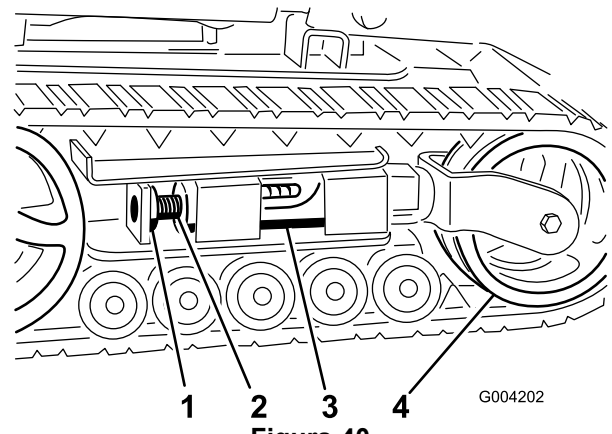
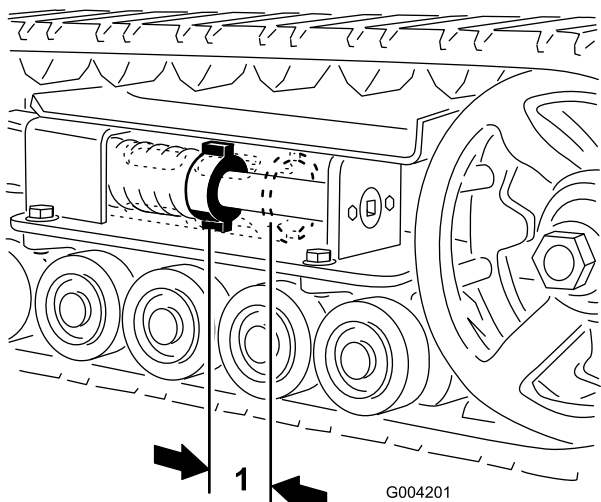
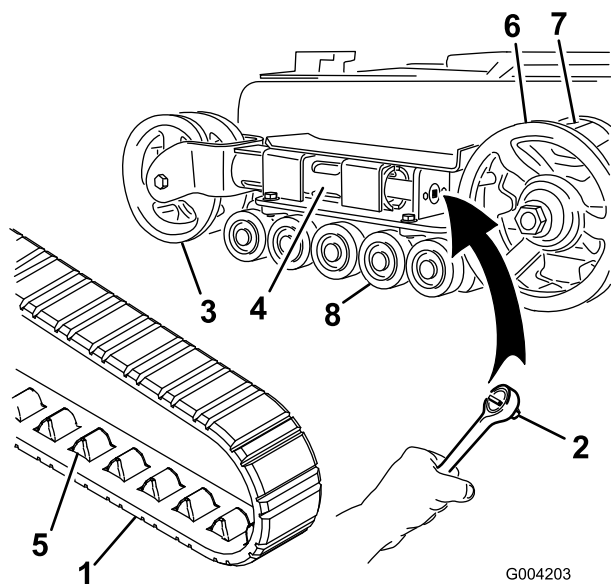
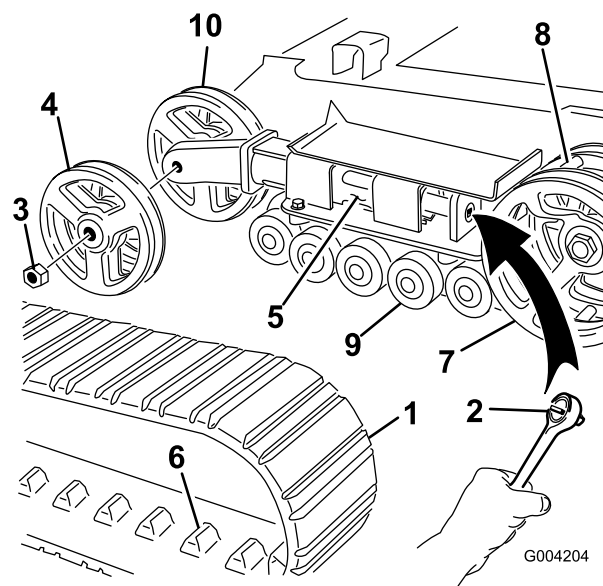

Figura 40
Figura 39
Figura 41
Figura 42
Deve esserci uno spazio di 7 cm tra il dado di tensionamento e la parte posteriore del tubo di tensionamento (Figura 39). In caso contrario, regolare la tensione dei cingoli eseguendo la procedura di seguito riportata:
3. Togliere il bullone di bloccaggio e il dado (Figura 40).
4. Utilizzando una chiave a tubo da 1/2 pollice (13 mm) (Figura 41), girare la vite di tensione in senso antiorario fino a portare la distanza tra il dado di tensione e la parte posteriore del tubo di tensione (Figura 39) a 7 cm.
5. Allineare l'intaglio più vicino della vite di tensione al foro del bullone di bloccaggio e fissare la vite con il bullone di bloccaggio e il dado (Figura 40).
4. Utilizzando una chiave a tubo da 1/2 pollice, scaricare la tensione girando la vite di tensione in senso orario (Figura 40 e Figura 41).
4. Utilizzando una chiave a tubo da 1/2 pollice (13 mm), scaricare la tensione girando la vite di tensione in senso orario (Figura 40 e Figura 42).
5. Spingere la ruota di tensione verso il retro dell'unità in modo da spostare il tubo di tensione contro il telaio (Figura 41). (se non riesce a toccare il telaio, continuare a girare la vite di tensione fino ad ottenere il contatto).
7. Dopo avere liberato il cingolo dalla ruota di tensione, toglierlo dalla ruota conduttrice e dalle ruote non motrici (Figura 41).
8. Avvolgete il nuovo cingolo iniziando dalla ruota conduttrice e controllando che i denti del cingolo si alloggino tra i distanziali della ruota stessa (Figura 41).
9. Spingere il cingolo sotto e tra le ruote non motrici (Figura 41).
11. Girare la vite di tensione in senso antiorario fino a portare la distanza tra il dado di tensione e la parte posteriore del tubo di tensione (Figura 39) a 7 cm.
5. Spingere la ruota di tensione verso il retro dell'unità in modo da spostare il tubo di tensione contro il telaio (Figura 42). (se non riesce a toccare il telaio, continuare a girare la vite di tensione fino ad ottenere il contatto).
6. Togliere il dado di fissaggio della ruota di tensione esterna e rimuovere la ruota (Figura 42).
7. Togliere il cingolo (Figura 42).
8. Togliere il dado di fissaggio della ruota di tensione interna e rimuovere la ruota (Figura 42).
12. Montare la ruota di tensione interna e fissarla con il dado tolto in precedenza (Figura 42).
14. Montare il nuovo cingolo, accertandosi che gli attacchi del cingolo si inseriscano tra i denti al centro della ruota conduttrice (Figura 42).
15. Montare la ruota di tensione esterna e fissarla con il dado tolto in precedenza (Figura 42).
17. Girare la vite di tensione in senso antiorario fino a portare la distanza tra il dado di tensione e la parte posteriore del tubo di tensione (Figura 39) a 7 cm.